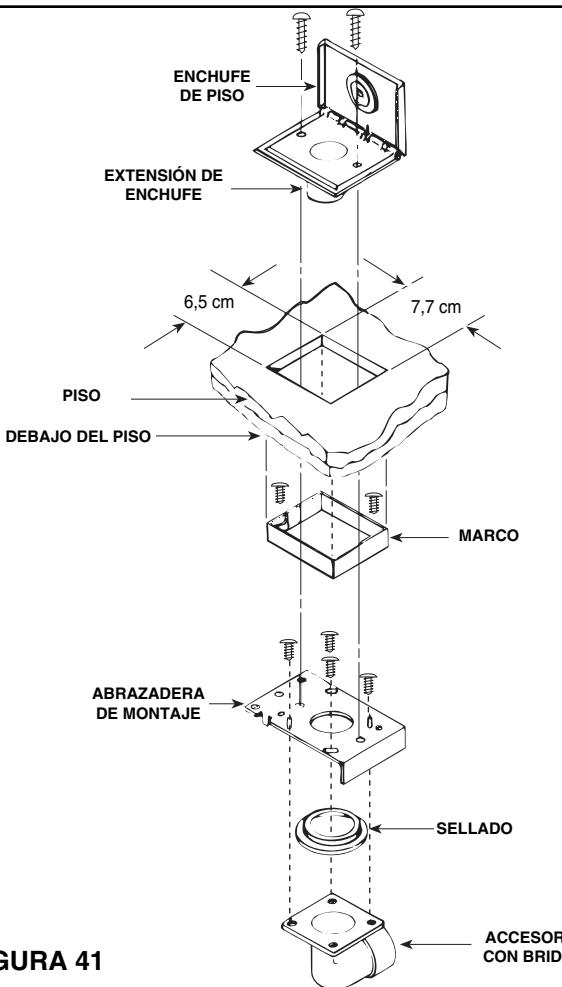

FIGURA 41
2. Determine la dirección del entubado y sujetelo el accesorio con bridales apropiado a la abrazadera de montaje con cuatro (4) tornillos proporcionados. **Asegúrese de que la brida de la abrazadera de montaje no interfiera con el entubado y que el sellado esté seguro en su lugar.**
3. Véase la Figura 41. Posicione la abrazadera con el marco y el ensamblado de accesorio con bridales en el recorte desde abajo y sujetelo seguramente debajo del piso.
7. Véase la Figura 41. Sujete el enchufe del piso seguramente en su lugar con dos tornillos.